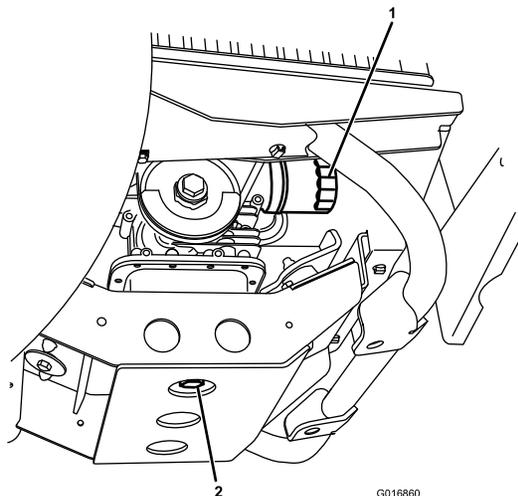

Figura 24
5. Retire el tapón de vaciado (Figura 24) y deje fluir el aceite a un recipiente apropiado.
2. Retire el filtro de aceite (Figura 24).